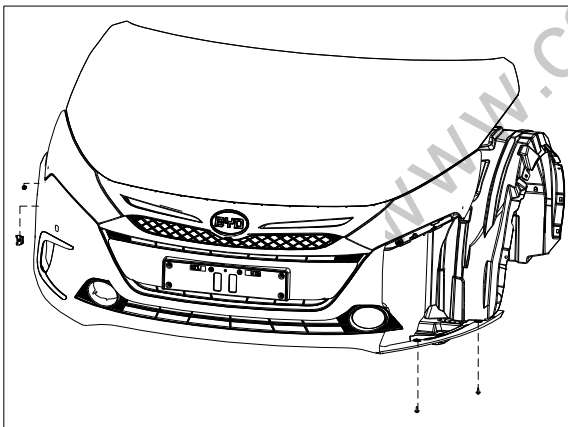

图 1.1.3 前轮挡泥板安装点的拆卸
- (1) 拆下 2 个组合螺钉,即可松开前保险杠与左前轮挡泥板搭接的 2 个安装点。如图 1.1.3 所示。
- (2) 拆下前保险杠杠角处与左前轮挡泥板连接的子母扣;
- (3) 拆下安装在前保险杠杠角处与左前轮挡泥板连接的异形卡扣。